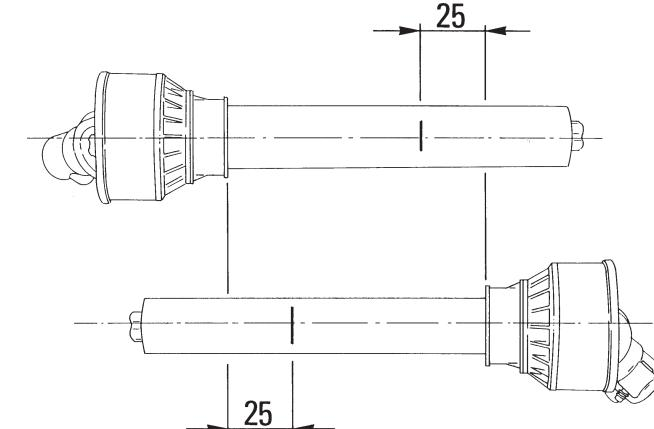

fig. 4.3.1
- Con un pennarello segnare dove accorciare i due semialberi, misurando 25 mm dall'inizio di ogni semialbero, come da fig. 4.3.1.
- Using a felttip pen, matchmark the place where the two halves must be shortened, measuring 25 mm from the beginning of each half, as shown in fig. 4.3.1.